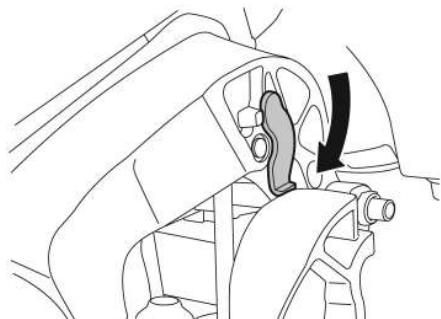

Рис. 39 Упорный рычаг
3. Только для моделей F50FEL-T-EFI, F60FEL-T-EFI и F100EFI-F115EFI: для фиксации подвесного лодочного мотора в крайнем верхнем положении (для разгрузки механизма электрического подъёмника на время продолжительной стоянки) опустите упорные рычаги с обеих сторон мотора (Рис. 39). Нажмите на кнопку управления электрическим подъёмником в положение DN (вниз) и осторожно опустите мотор на упорные рычаги. Мотор должен оставаться в поднятом положении.